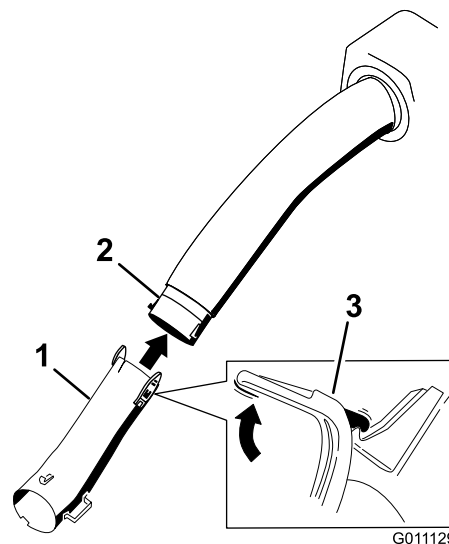

Figura 20
2. Instale el tubo inferior en el tubo intermedio con un solapamiento de 63,5 mm (Figura 20).
13. Retire las fijaciones y el tubo intermedio del tubo inferior (Figura 20).
15. Instale el tubo inferior en el tubo intermedio y conéctelos con 3 pernos (Nº 10 x 3/4"), 3 arandelas planas (7/32"), y 3 contratuercas (Nº 10) (Figura 20).